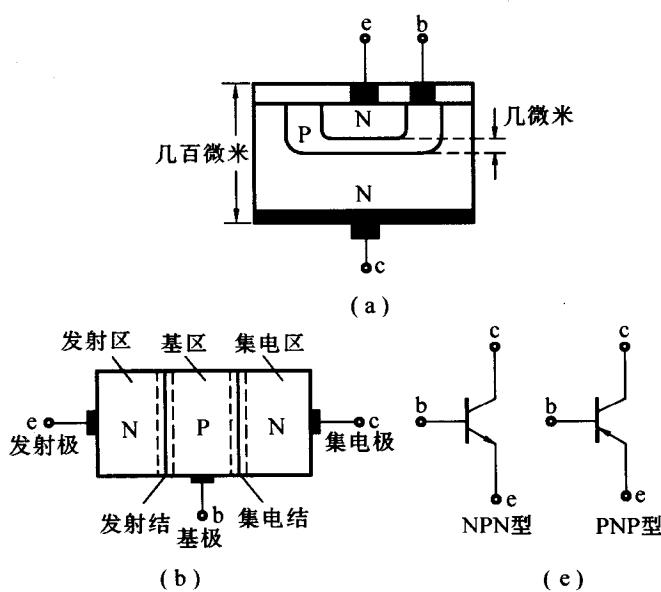

图 1-5 晶体管的结构和符号
3. 结构和符号如图 1-5 所示, 以后以 NPN 为例进行分析。